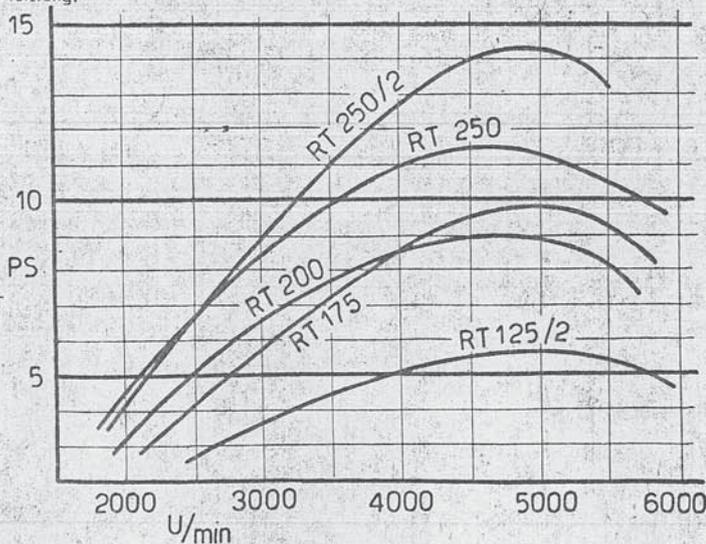

Bild 3
Die erzielten Beschleunigungen und von uns erzielten Endgeschwindigkeiten sind in Bild 3 wiedergegeben, es sind aber überall Fahrgewichte von 70 kg zu Grunde gelegt.
Wir haben bisher so viel von der Uerdrehfähigkeit aller DKW-Motoren gesprochen, wir müssen uns daraufhin auch einmal mit dem befassen, was man Motorenzustand nennt. Es ist ja bekannt, daß Motoren nicht mit gleichmäßig guter Leistung vom Band fallen. Dazu bringt Bild 3 die Leistungskurve des besten und des schlechtesten Motors, wie sie durchschnittlich pro Arbeitstag vom Band fallen. Der schlechtere Motor hat in der Spitze ein halbes PS weniger als der gute Motor, außerdem ist der schlechte Motor bei 5500 U/min auf 9 PS heruntergefallen, während der gute Motor immer noch ungefähr 10,7 PS vorweisen kann.
**Es hängt ausschließlich vom Fahrer ab, ob aus einem anfänglich schlechten Motor nicht nach ein paar hundert Kilometern doch noch ein guter Motor wird, also ein solcher, der dieselbe Leistung, die der gute Motor in Bild 3 herzugeben in der Lage ist, bringt.**
Der schlechte Motor in Bild 3 ist ja nichts schlecht, bei ihm sind lediglich beim Herausgreifen der Teile und bei deren Zusammenbau ein paar enge Passungen zusammengelassen und die augenscheinlich geringere Leistung kommt meist nur daher, daß der Motor eben, wie man so sagt, noch „stramm geht“. In pfleglicher Hand werden solche strammgehende Motoren hinterher besonders gut und können unter Umständen eine noch etwas bessere Leistung haben als der gute Motor in Bild 3. Hiervon hängt es auch ausschließlich ab, ob der Motor über volle 1000 U/min weg in der Spitze nur unbedeutend an Leistung verliert. Das Hinführen eines zunächst steifgehenden Motors an die hohe Leistung hat man also durchaus selbst in der Hand. Wie man das macht, steht im Einfuhr-Kapitel. Gerade der Verlauf der Leistungskurve des guten Motors zwischen 4500 und 5500 U/min